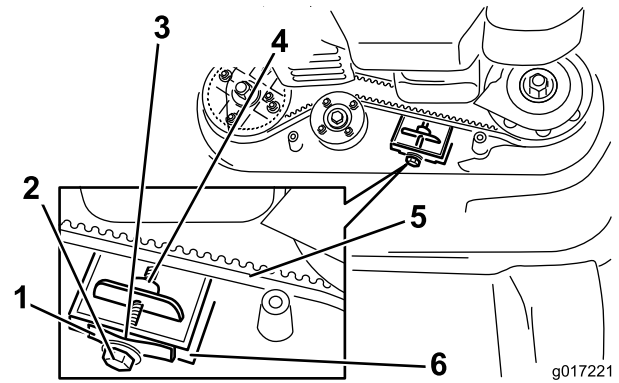

Figura 37
**Nota:** Si hay un espacio visible entre la galga y el muelle, apriete el perno de ajuste y la contratuerca hasta que el papel apenas pueda deslizarse libremente por el espacio (Figura 37).